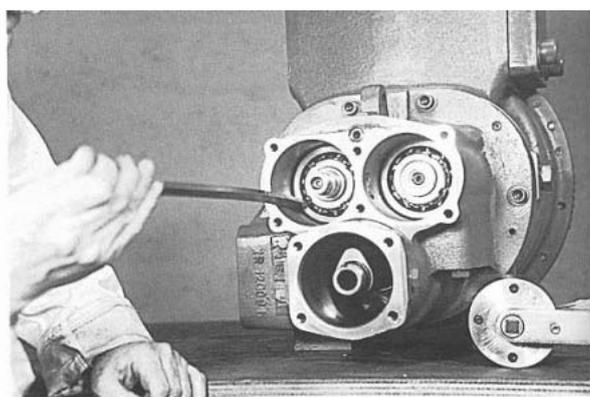

Рис. 129
21. Отогните язычок на пружинных шайбах "папа" и "мама" для фиксации с помощью инструмента XR12001J. (Рис. 129)